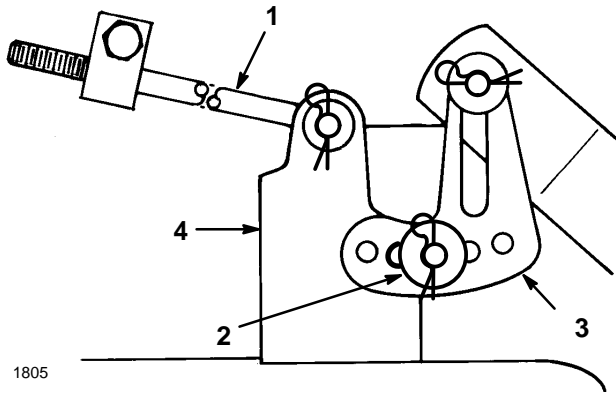

Abbildung 44
7. Das Ende der langen Stange durch das Loch in der Mähwerkhalterung schieben (Abb. 44). Unterlegscheibe und Haarnadelsplint anbringen, um die Stange zu befestigen. Diesen Schritt an der gegenüberliegenden Seite des Mähwerks wiederholen.
8. Den geschlitzten Mähwerk-Ausgleichsbügel am Stift des Schnitthöhenhebels montieren (Abb. 44). Unterlegscheibe und Haarnadelsplint anbringen, um das Mähwerk zu befestigen. Diesen Schritt an der gegenüberliegenden Seite des Mähwerks wiederholen.